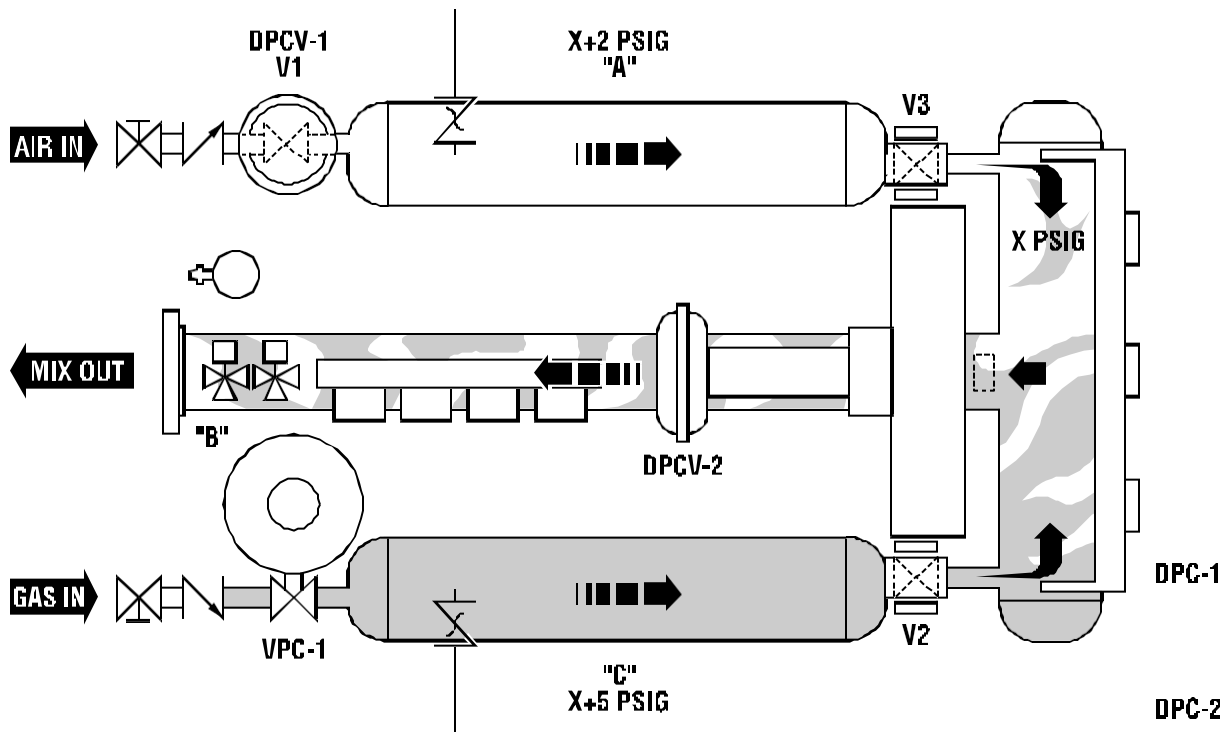

Figura 3-1: Esquema general de los mezcladores de propano de la serie MPM
3.02 La figura 3-1 ilustra el esquema general de los mezcladores de la serie MPM. El esquema es funcionalmente equivalente para todos los tamaños.
En referencia a la Figura 3-1 (página 9), tenemos propano en el regulador de presión de vapor de propano (VPC-1) a un mínimo de 100 psig procedente de un vaporizador. El VPC-1 reduce la presión a (X+5) psig en la cámara «C» y la DPCV-2 (válvula de control de presión diferencial) se ajusta para mantener una diferencia de 5 psi. Por lo tanto, la presión en la cámara «B» es la deseada, X psig. Si se cambia el punto de ajuste en DPC-2 (controlador), se modificará la presión aguas abajo. Por ejemplo, si cambia el punto de ajuste de DPC-2 a una diferencia de 3 psi, dado que aguas arriba de la válvula V-2 se ha establecido (X+5) psig, la presión aguas abajo será (X+2) psig. Por lo tanto, una vez establecido el diferencial deseado, cualquier cambio de presión debe realizarse modificando el ajuste de presión del regulador VPC-1.